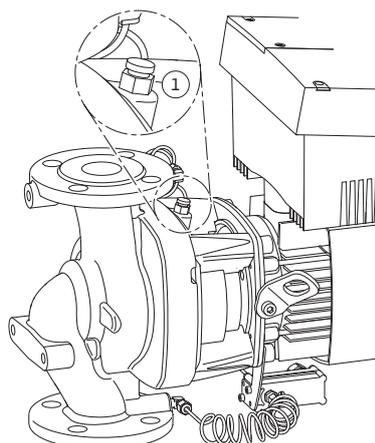

Fig. 45: Udluftningsventil
- Udluft pumperne ved at løsne udluftningsventilerne (fig. 45, pos. 1). Tørløb ødelægger pumpens glideringstætning. Differenstrykstransmitteren må ikke udluftes (fare for ødelæggelse).